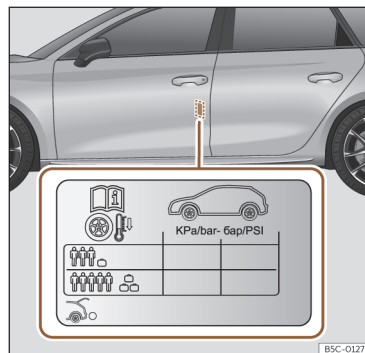

Fig. 236 Localização do autocolante da pressão de ar dos pneus.
- Adapte a pressão dos pneus à carga transportada pelo veículo >>> **Fig. 236.**
Os valores da pressão de enchimento indicam-se na etiqueta autocolante situada na zona posterior da moldura da porta dianteira esquerda >>> **Fig. 236.**
A pressão dos pneus tem de ser ajustada à carga momentânea do veículo. Se pretender utilizar o veículo com a carga máxima, terá de aumentar a pressão dos pneus para o valor máximo indicado na etiqueta >>> **Fig. 236.**
No caso de uma roda de emergência mais estreita (125/70 R16 ou 125/70 R18), encher a 4,2 bar de pressão segundo indicado na etiqueta de pressão dos pneus >>> **Fig. 236.**
- O condutor é responsável por garantir que todos os pneus do veículo estejam cheios com a pressão correta. A pressão de ar recomendada é indicada num autocolante >>> **Fig. 236.**
- Com os pneus a frio, deverá manter-se sempre a pressão indicada no autocolante >>> Fig. 236.